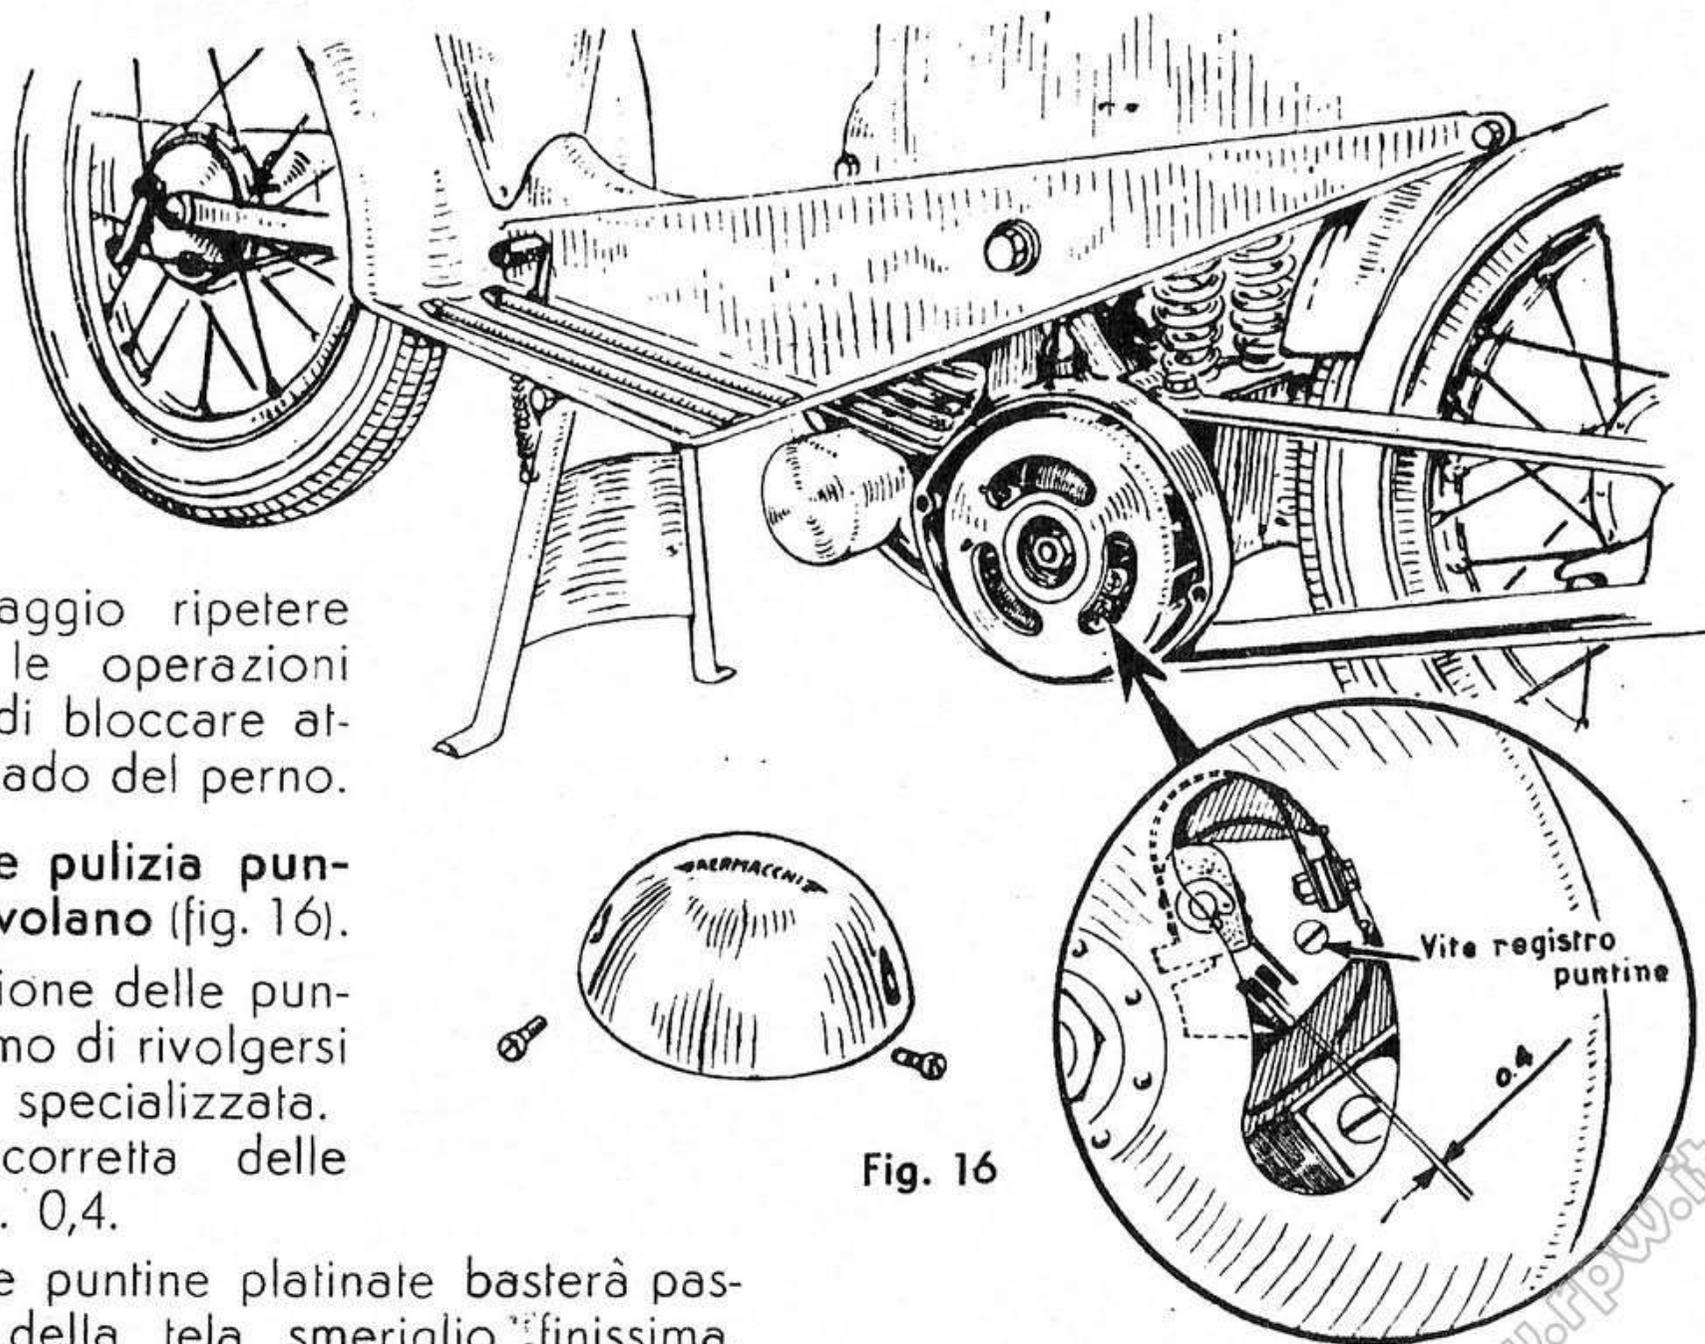

Fig. 16
12) **Regolazione e pulizia puntine magnete volano** (fig. 16).